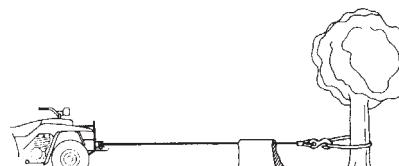

Figure 5
- C'est une très bonne idée que de recouvrir le câble avec une couverture ou une veste à proximité du crochet en tractant des charges élevées (figure 5). En cas de rupture du câble, le vêtement agira comme un amortisseur et empêchera au câble de se comporter comme un fouet.